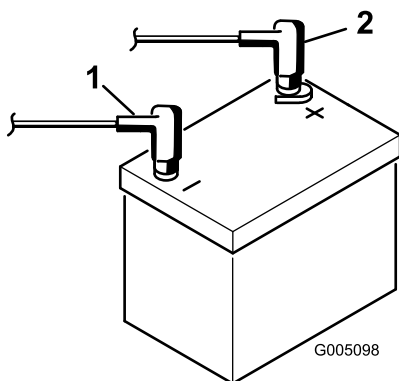

Bild 4
7. Klemmen Sie das Pluskabel (Rot) am Pluspol (+) der Batterie und das Minuskabel (Schwarz) am Minuspol (-) der Batterie an und befestigen Sie die Kabel mit den Kopfschrauben und Muttern (Bild 4). Stellen Sie sicher, dass die Plusklemme (+) vollständig auf den Pluspol aufgezogen und das Kabel fest an die Batterie angeklemt ist. Das Kabel darf die Batterieabdeckung nicht berühren.